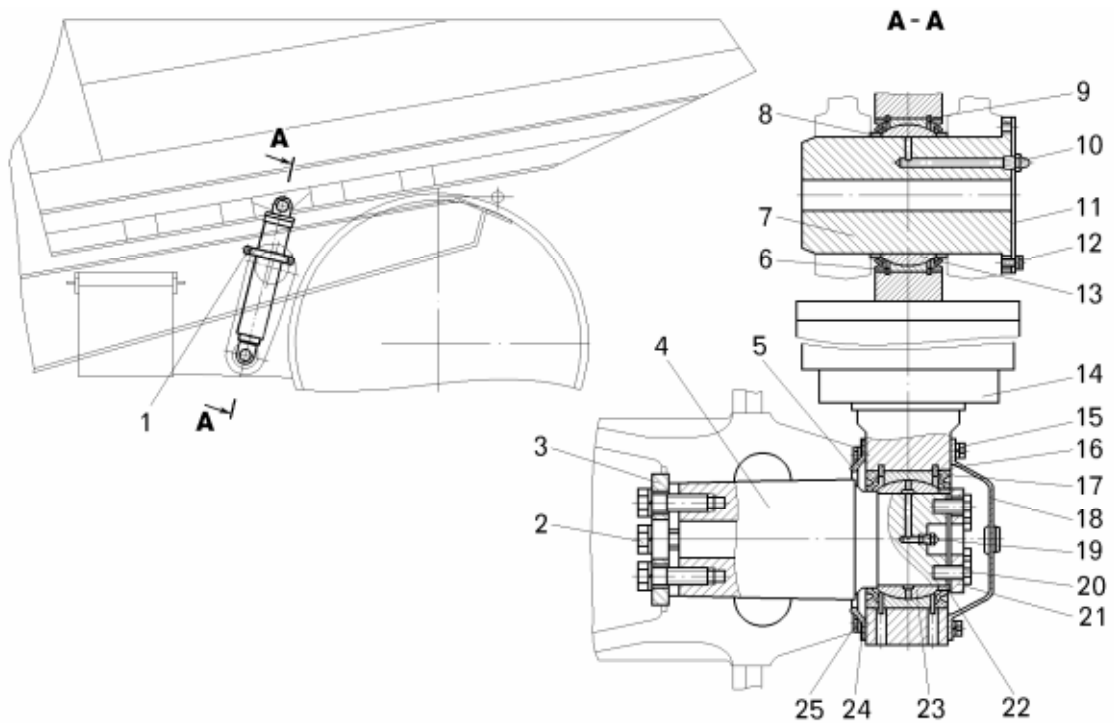

Рисунок 14.2 — Снятие цилиндров опрокидывающего механизма:
- установить технологический хомут 1 (рисунок 14.2) крепления цилиндра к раме (поступает с новым самосвалом);
- вынуть сальники 6, 17 и распорные втулки 8, 22 головки и крышки цилиндра (рисунок 14.2);